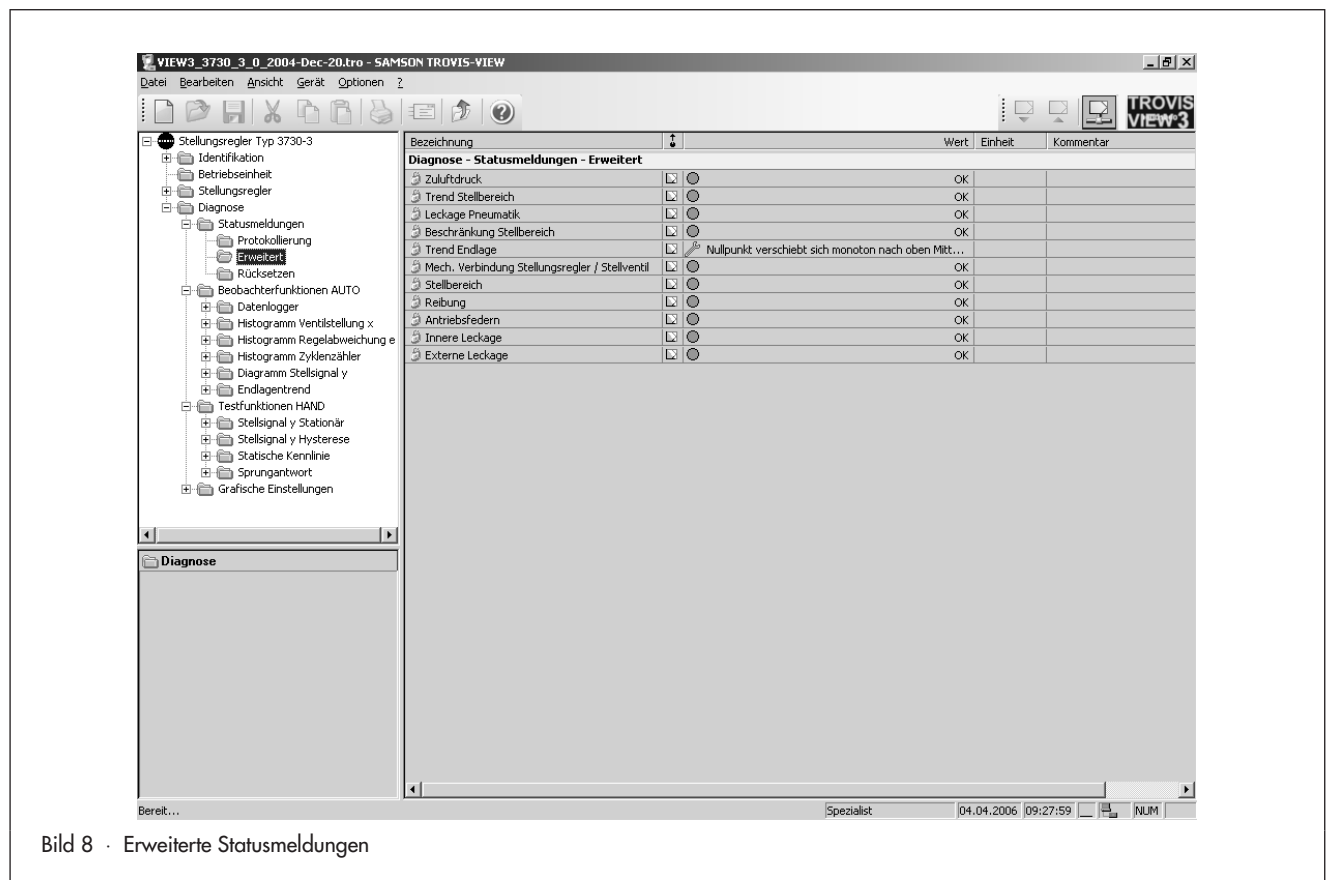

Bild 8 · Erweiterte Statusmeldungen
2.4 Diagnose im Klartext (Bild 8)